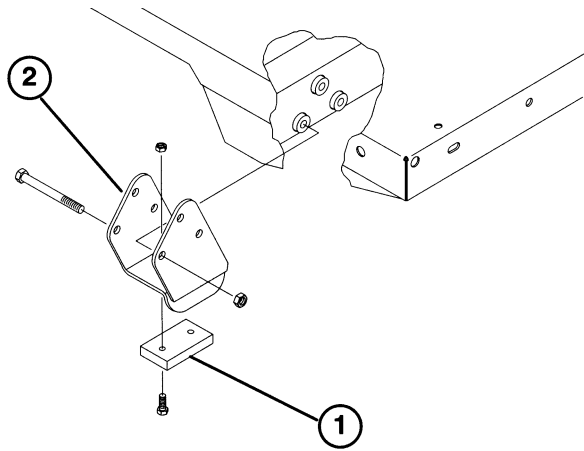

Fig. 3
**N.B.** Verificare che le staffe distanziali ed i bloccetti antiusura (Fig. 3) siano montati, diversamente si può danneggiare il coperchio del radiatore.